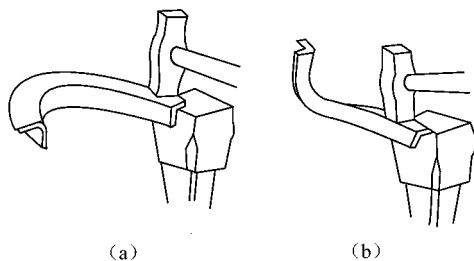

图 8-34 “打薄”捶放
(1) 打薄捶放 制作凹曲线弯边零件,生产数量较少时,可用直角角材在铁砧或平台上捶放角材边缘,如图 8-34 所示,使边缘材料厚度变薄,面积增大,弯边伸长,愈靠近角材边缘伸长愈大,愈靠近内缘伸长愈小。这样,直线角材逐渐捶放成曲线弯边的零件。